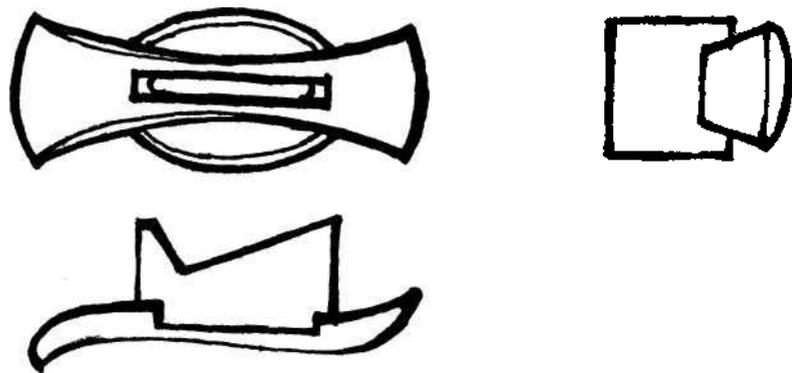
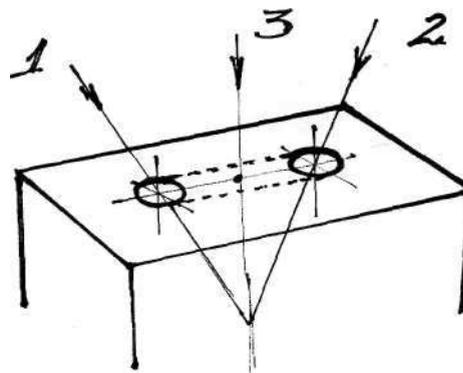

Рис. 5.30. Соединение обоймицы и гарды
Рис. 5.31. Рукоять. Начало работы
Посадка гарды на обоймицу. Так как в конструкции ножа не предусмотрено никаких паяк, то все детали работают по принципу «обратного клина» (рис. 5.30). Со стороны клинка обоймица открытая и поэтому торец рукояти виден полностью. Чтобы подчеркнуть красоту этой конструкции, дерево посажено в обоймицу не до самой верхней кромки, а слегка притоплено в ней. Это потребовало от меня большей, чем обычно, точности посадки клинка в рукоять. Черен ножа при такой осадке работает так же, как цельнометаллическая обоймица. Т.е. дерево плотно удерживает клинок. Толщина хвостовика 4 мм, поэтому сверлом (диаметр 4 мм) засверливаются два базовых (конечных) отверстия (1 и 2) (рис. 5.31). Перемычка между ними убирается этим же сверлом (3). Заготовка со стороны наверхия засверлена сверлом диаметром 7 мм до места, где сходятся отверстия 1 и 2. Дальнейшую посадку хвостовика делал с помощью маленького круглого напильника (диаметр 6 мм) с крупной насечкой. Напильник с двух сторон спущен плоскостями до 4-х мм. Этот напильник зажимается в тиски, а двигается только деревянная заготовка (так легче обрабатывать место посадки хвостовика ножа).